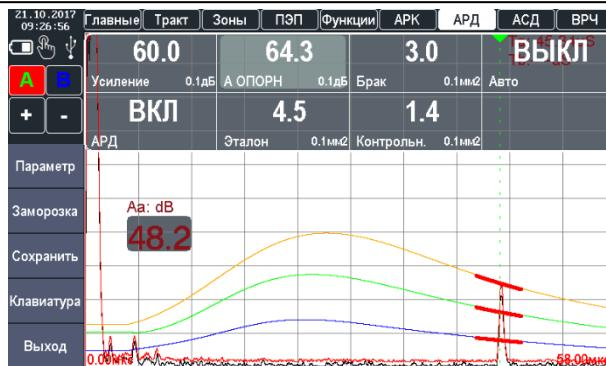

Рисунок 2.53 – Построение АРД диаграммы
6. Включить автоматическое построение АРД диаграммы, для чего в параметре «АВТО» сменить «ВЫИКЛ» на «ВКЛ». Прибор автоматически определит амплитуду опорного сигнала. Также амплитуду опорного сигнала можно задать вручную в параметре «А ОПОРН.» (рис. 2.53).